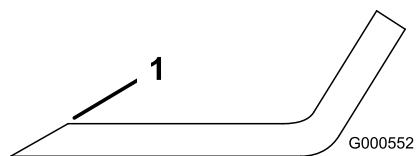

Figure 57
1. Au moyen d'une lime, aiguisez les tranchants aux deux extrémités de la lame (Figure 57).
**Remarque:** Si la lame est déséquilibrée, limez un peu l'extrémité de l'ailette seulement (Figure 57).